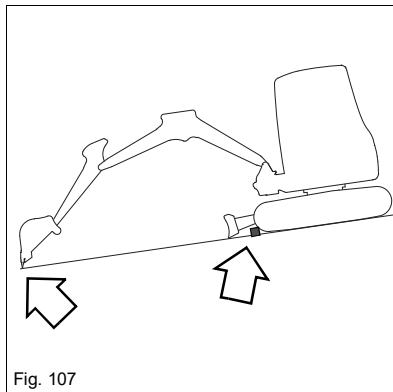

Fig. 107
- Assicurare il veicolo con cunei (vedere Fig. 107).